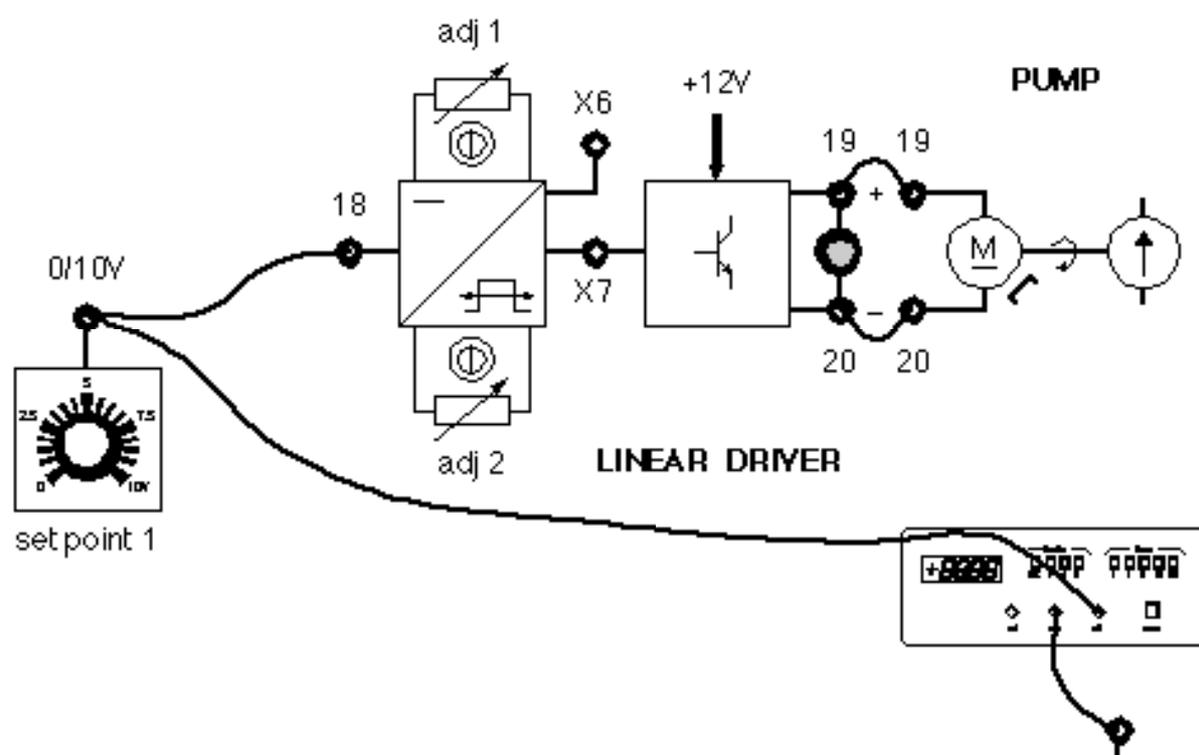

Fig. 4.1
Una vez garantizado el conocimiento de los prerequisites, entrega al alumno la Ficha 4.1 que representa el cableado del SET POINT 1 con la interface de la bomba (fig. 4.1) y prepara el panel de simulación del proceso de la siguiente manera:
- 1) Conectar, mediante los cables, el casquillo 18 del LINEAR DRIVER al casquillo del SET POINT 1, el casquillo 19 al 19 y el 20 al 20 (ficha 4.1 fig. 4.1)
- 2) Introducir un terminal del voltímetro digital, preparado en corriente continua, en el casquillo del SET POINT 1 y el otro en el casquillo de masa (ficha 4.1 fig. 4.1).
- 3) Apretar el interruptor general (ON).